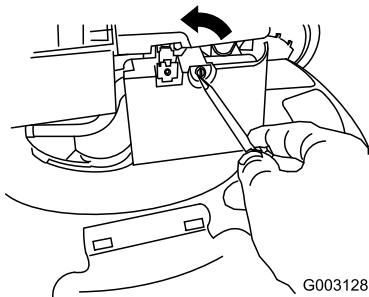

Figura 34
- Aprite il coperchio del filtro dell'aria con un cacciavite (Figura 34).